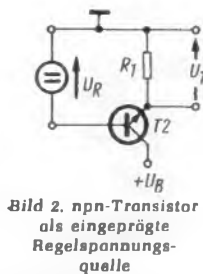

Bild 2. npn-Transistor als eingepreßte Regelspannungsquelle
Verwendet wird ein npn-Transistor in Kollektorschaltung (Bild 2). Für ihn wird eine Regelspannung U_R gebraucht, die mit steigendem Hf-Eingangssignal gegen Masse negativer wird.
Die Zusammenschaltung von Bild 1 und Bild 2 ergibt das Prinzip nach Bild 3. Die thermische Stabilität bedingt, daß der Widerstand R_2 im Emittor der Hf-Vorstufe einen Wert von $1,2 \text{ k}\Omega$ hat. Deshalb wird nach Gleichung (9) und unter Vernachlässigung des Korrekturfaktors $(1 - \frac{1}{B})$ – das ist für $B \approx 100$ zulässig – der Widerstand $R_1 = R_2 = 1,2 \text{ k}\Omega$.
in einen Sportwagen eingebauten Kamera während der Trainingszeiten aufgenommen wurden, in die laufende Direktübertragung eingeblendet. Ähnliche Aufnahmen wurden als Experiment während des ADAC-1000-km-Rennens direkt übertragen. Hierzu war eine Vidikon-Kamera in einen Porsche-GTS-904-Rennwagen, der als offizielles Fahrzeug am Rennen teilnahm, eingebaut (Bild 2). Die Kamera-Signale wurden über einen 4-W-Fernsehsender über den als Relaisstelle fungierenden Hubschrauber in die Zentrale gefunkt. Den internationalen Richtlinien für Grand-Prix-Rennen entsprechend war eine solche Übertragung beim Großen Preis von Deutschland nicht möglich.
Bild 2. Beim ADAC-1000-km-Rennen hatte man versuchsweise eine Vidikon-Kamera (oben) in einem Porsche-Rennwagen GTS-904 eingebaut. Links unten der CSF-Reportagesender, ein Telefunken-Funksprechgerät daneben
Dieses Verhalten des Unijunction-Transistors kann mit der in Bild 2 dargestellten Transistorschaltung nachgebildet werden [1]. Die Basis des Transistors T1 erhält über den Teiler R1/R2 die Spannung $U_B \cdot R_1 / (R_1 + R_2)$. Solange der Emittter von T1 negativer ist als die Basis, sind die Transistoren T1 und T2 gesperrt, es fließt kein Strom. Wird die Spannung U_E jedoch größer als $U_B \cdot R_1 / (R_1 + R_2)$, beginnt in T1 ein Emittterstrom zu fließen.
Links: Bild 2. Nachgebildeter Unijunction-Transistor